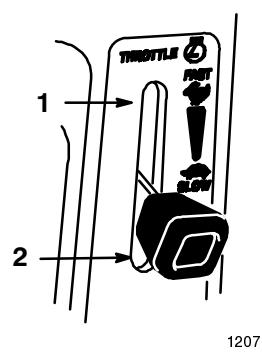

Bild 4
5. Stellen Sie den Gashebel auf "SCHNELL" (Bild 4).
7. Schieben Sie, nachdem der Motor angesprungen ist, den Chokehebel langsam auf "AUS" (Bild 4). Stellen Sie, wenn der Motor aussetzt oder unregelmäßig läuft, den Chokehebel für ein paar Sekunden wieder zurück auf "EIN". Stellen Sie dann den Gashebel in die gewünschte Stellung. Wiederholen Sie diesen Vorgang nach Bedarf.
2. Stellen Sie den Gashebel in die mittlere Position zwischen Halb- und Vollgas (Bild 4).